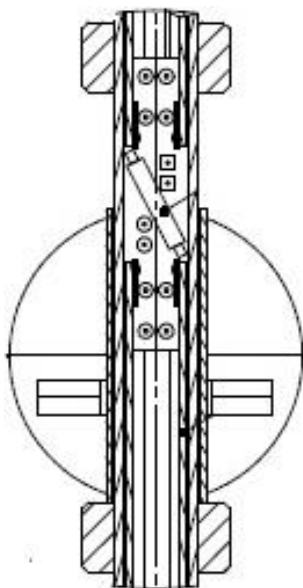

Рисунок 7.1 – Сегмент с поплавком
⑤), поплавков ⑦ и ограничивающие его движение кольца ⑥. Один сегмент (см. рис. 7.1) предназначен для сигнализации одного уровня жидкости. Между корпусом (или кабельным вводом) и монтажным соединением расположен вертикальный патрубок, предназначенный для регулировки положения сигнализатора уровня в зависимости от изменения плотности (См. раздел. 8).